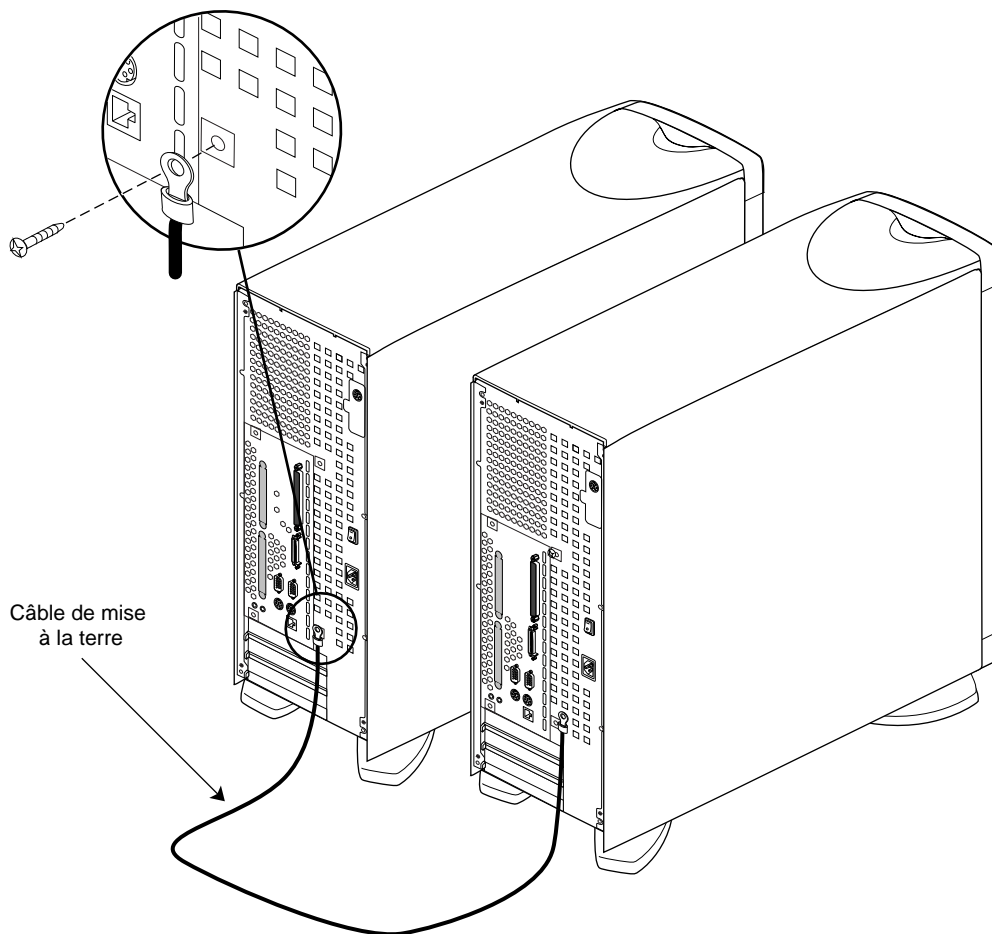

Figure 2-19 Connexion du câble de mise à la terre
6. Connectez le câble de mise à la terre entre les deux châssis, comme indiqué à la Figure 2-19. Effectuez cette opération avant de brancher le câble CrayLink Interconnect.